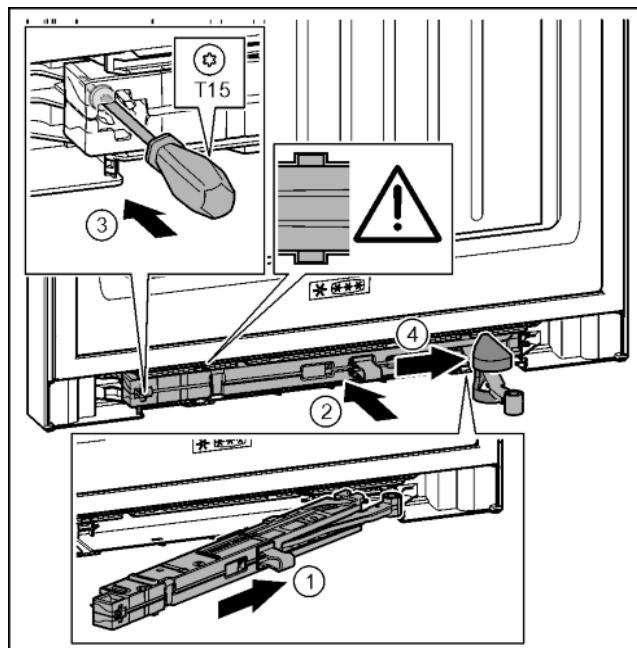

Fig. 38
- ▶ Amortyzator zamykania drzwi po stronie płytki zawiasu wsunąć ukośnie w zagłębienie aż do oporu. Fig. 38 (1)
- ▶ Amortyzator zamykania drzwi wsunąć całkowicie w zagłębienie. Fig. 38 (2)
- ▶ Śrubę przykręcić przy pomocy śrubokręta T15. Fig. 38 (3)
- ▶ Osłonę wsunąć na przegub. Fig. 38 (4)